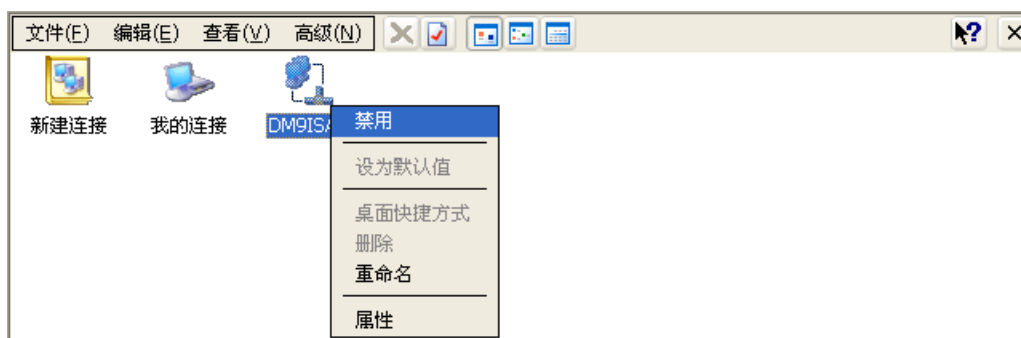

图 2.39 禁止 DM9000 以太网卡的网络功能
13. ActiveSync 连接还有一些很重要的用途，就是可以通过 ActiveSync 连接，可在 PC 机查看 Windows CE.net 5.0 的注册表、查看 Windows CE.net 5.0 进程的运行情况、查看 Windows CE.net 5.0 系统信息等等。首先请在实验箱的 Windows CE.net 中禁止 DM9000 以太网。如图 2.39 所示，在 DM9ISA1 图标单击右键，在弹出的菜单中选择“禁用”。